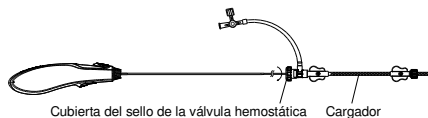

Figura 8. Ilustración del atornillado de la cubierta del sello de la válvula hemostática en la dirección de las agujas del reloj
- Gire la cubierta del sello de la válvula hemostática hasta el ángulo adecuado (consulte la Figura 8) y vuelva a empujar y tirar repetidamente para asegurarse de que la tensión sea adecuada.